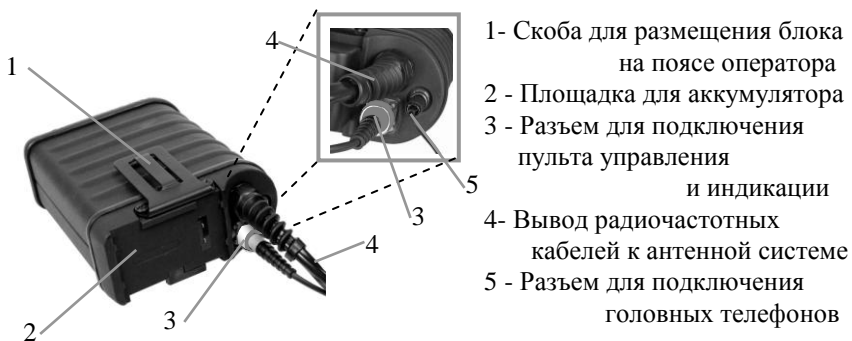

Рис. 3 Блок приемопередатчика.
- 5.1. Изделие состоит из антенной системы с пультом управления и индикации (рис. 2) и блока приемопередатчика (рис. 3).
5.5. На верхней панели приемопередатчика расположены (см. рис. 3):